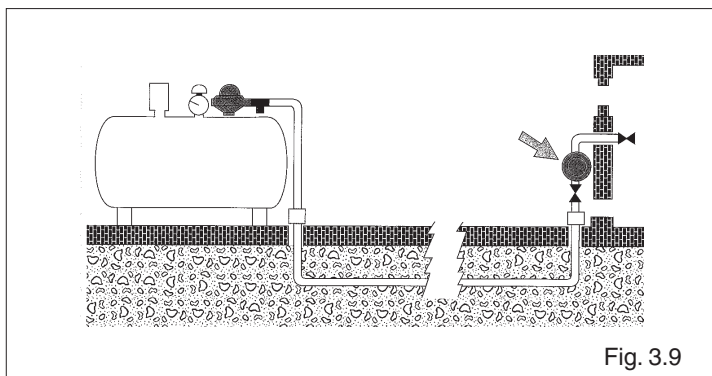

Fig. 3.9
- Agire sul regolatore di pressione dell'alimentazione GPL fino a leggere sul manometro i valori indicati nella tabella a pagina 9 (fig. 3.9):